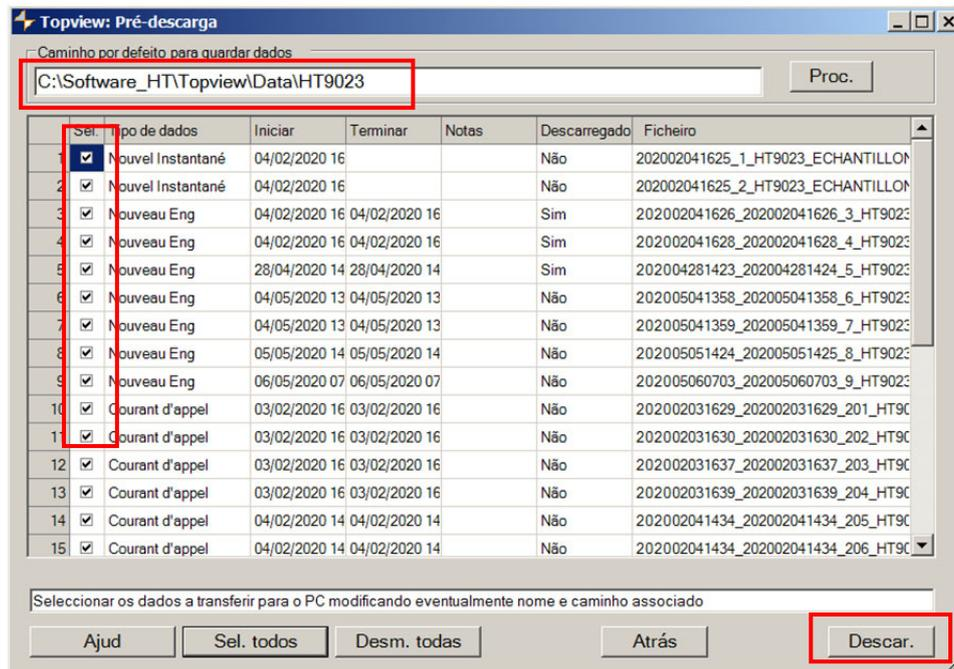

Fig. 17: Seleção de teste para download de dados
7. Clique no botão “**Seg**” para abrir a janela de download (veja a Fig. 17). Marque as medições que deseja baixar, escolha o caminho em que deseja guardá-las e clique no botão “**Download**” para iniciar a transferência